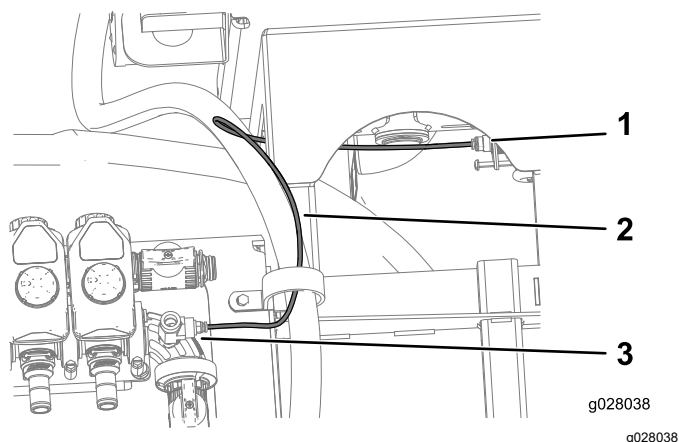

Figura 38
4. Collegate il tubo del trasduttore di pressione all'accoppiatore nel raccordo a T nel gomito a 90° e l'accoppiatore nell'indicatore della pressione (Figura 38).